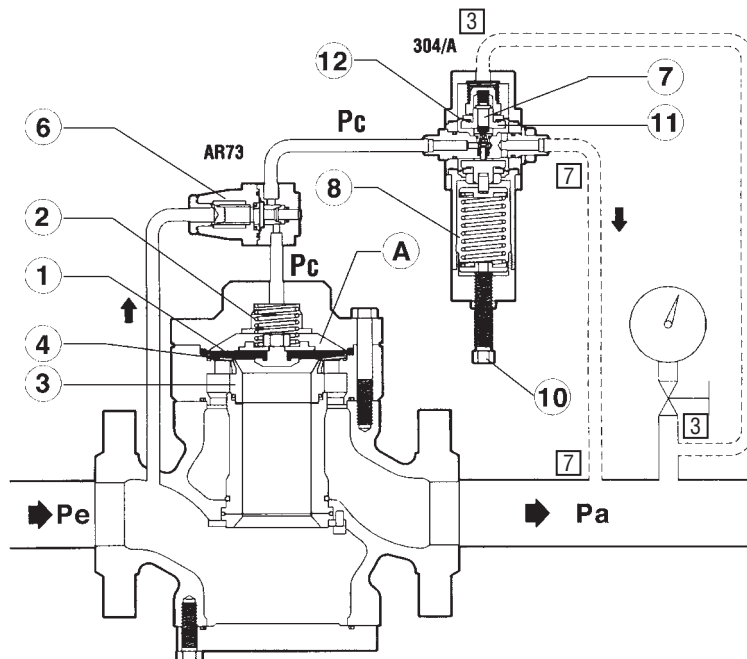

Fig. 1
1.2 FONCTIONNEMENT (FIG. 1)
1.2 FUNCIONAMIENTO (FIG. 1)
1.2 FUNCIONAMENTO (FIG. 1)